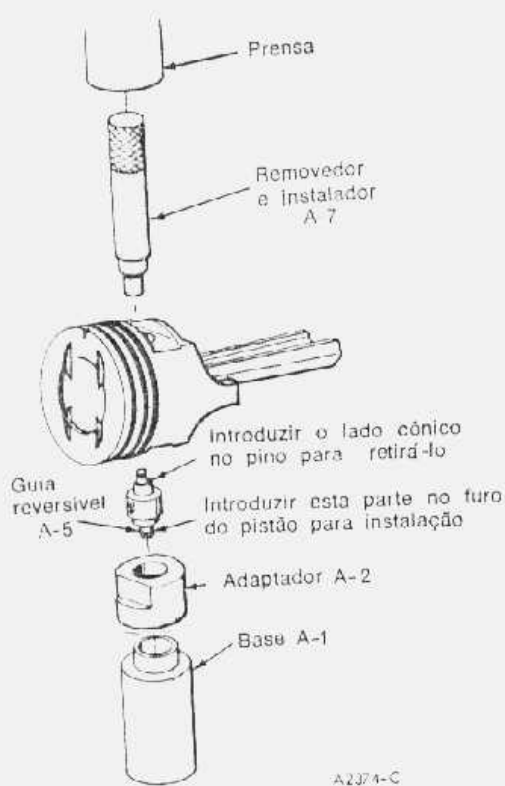

fig. 43 — remoção e instalação do pino do êmbolo
3. Retirar os anéis do êmbolo. Retirar o pino do êmbolo utilizando uma prensa e a ferramenta mostrada na fig. 43.
2. Iniciar a introdução do pino no êmbolo e biela (poderá ser necessário bater levemente no pino). Usando uma prensa, empurrar o pino através do êmbolo e da biela até ficar centralizado no êmbolo (fig. 43).